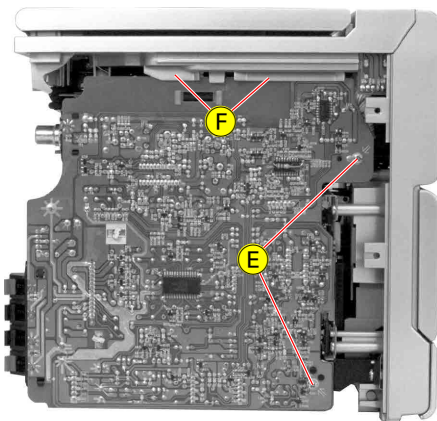
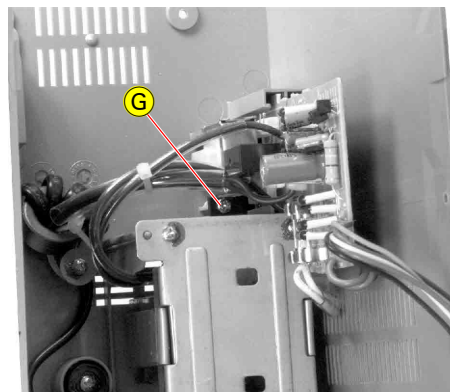

Fig. 5
Fig. 6
- 2 Schrauben (E) (Fig. 5) herausdrehen.
- Beim Zusammenbau darauf achten, dass die Leiterplatte in den Führungen (F) sitzt.
- Schraube (G) (Fig. 6) herausdrehen.
- Undo 2 screws (E) (Fig. 5).
- When reassembling take care that the board fits in the guides (F).
- Undo screw (G) (Fig. 6).